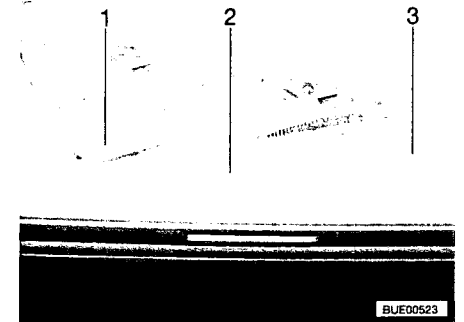

Bild 24 Heki-Dachhaube, Führung
- Den Bügel (Bild 24,1) in den Führungen (Bild 24,2) bis in die hinterste Position (Bild 24,3) ziehen.
- Den Bügel (Bild 24,1) mit beiden Händen leicht nach oben drücken.
- Den Bügel in den Führungen (Bild 24,2) bis zur gewünschten Stellung ziehen.